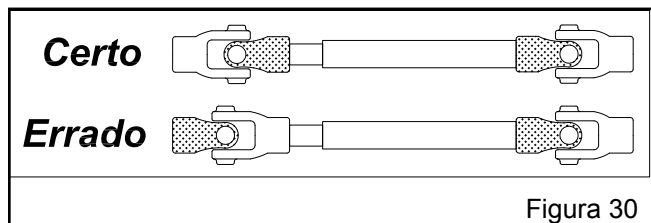

Figura 30
f) Volte a acoplar o cardan no trator e implemento, lembrando que a parte fêmea (tubular) deve ser acoplada no trator e a parte macho (maciça) no implemento. Importante: os garfos internos e externos devem ficar alinhados no mesmo plano, caso contrário o cardan estará sujeito a vibrações, provocando o desgaste prematuro das cruzetas. (Figura 30).